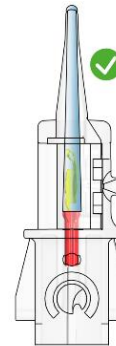
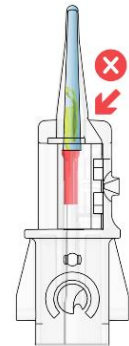

Fig. 4a
Fig. 4c
8. Empurre o embolo para a frente alguns milímetros até a OVD atinja o fim da ponta do bico para ativar o revestimento no bico (Fig. 4a, 4b). Certifique-se de que a LIO permanece no cartucho e não avança para dentro do bico (Fig. 4c).